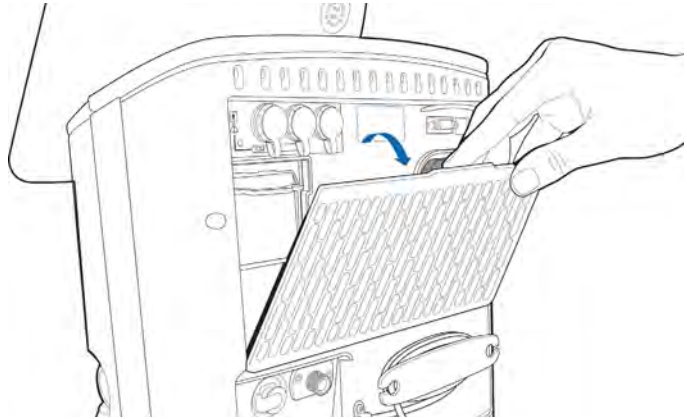

Figura 10-1. Extracción de la tapa del filtro
7. Instale un nuevo filtro de ventilador (figura 10-1) o lave el existente con agua y jabón suave; a continuación, aclárelo, séquelo y vuélvalo a instalar.